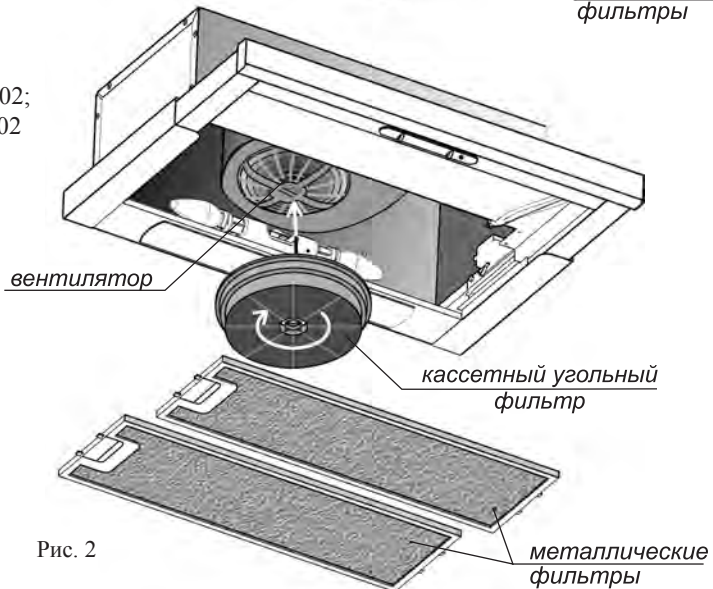

Рис. 2
- С помощью кассетного угольного фильтра (рекомендуется устанавливать на воздухоочистители, работающие в данном режиме) всасываемый воздух дополнительно очищается гранулами активированного угля от запахов и аэрозолей. Угольный фильтр не подлежит регенерации и должен заменяться примерно каждые шесть месяцев (в зависимости от интенсивности эксплуатации). Для установки кассетного угольного фильтра наденьте его на три фиксирующих элемента в центре вентилятора и поверните по часовой стрелке до упора (рис. 2б). Демонтаж фильтра проводится в обратном порядке.